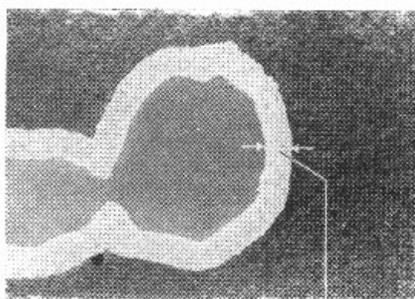

Bild D 10
2. Ist beim Herausbrechen eine Rißfläche von etwa 20 mm Breite entstanden (s. Bild D 10), dann braucht keine Verstärkung aus Blech auf der Rückseite des Duroplaststoffes angebracht zu werden. Allein das Verkleben dieses breiten Risses gibt dem Material die ursprüngliche Festigkeit wieder.